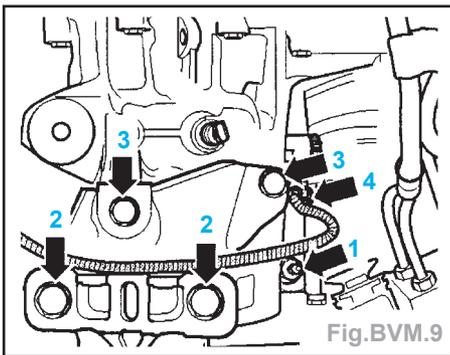
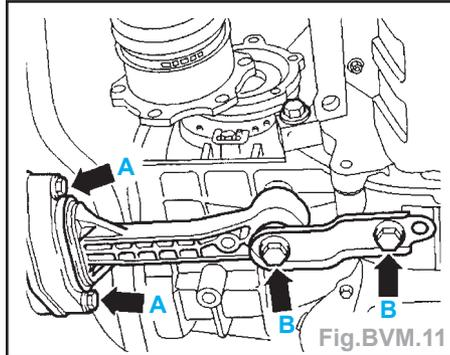

Fig.BVM.9
Fig.BVM.11
- Boîte de vitesses sur carrosserie (Fig.BVM.9) :
- vis (2) **10 daN.m**
- remplacer les vis (B).
- Palier arrière de BV (Fig.BVM.11)
- vis (A) **2 daN.m + 90°**
- vis (B) **4 daN.m + 90°**
- Déposer le support de câble de direction assistée de la console de boîte de vitesses (1) (Fig.BVM.9).
- Déposer l'appui pendulaire (flèches A et B) (Fig.BVM.11).
• vis (A) 2,5 daN.m
- vis (B) **6 daN.m + 90°**
- Palier arrière de BV (Fig.BVM.11) :